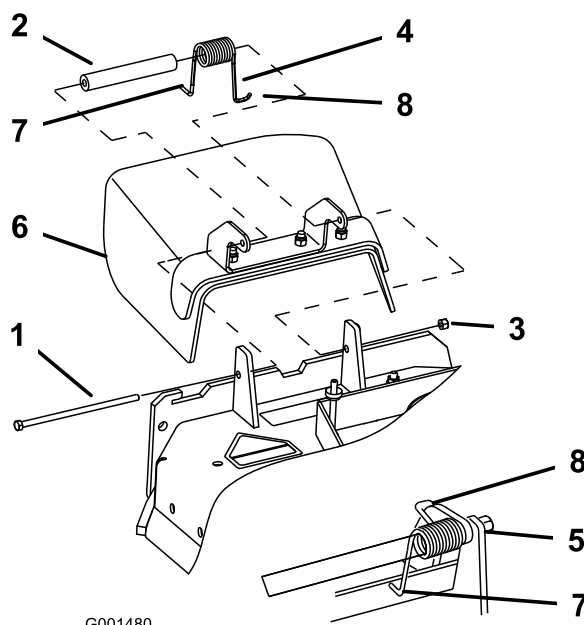

Figure 70
1. Retirez le contre-écrou, le boulon, le ressort et l'entretoise qui fixent le déflecteur aux supports de pivot (Figure 70). Enlevez le déflecteur s'il est endommagé ou usé.
Remarque: Prenez soin de placer l'extrémité en L du ressort derrière le bord du tablier avant de mettre le boulon en place, comme indiqué à la Figure 70.
3. Remettez le boulon et l'écrou. Accrochez l'extrémité en J du ressort au déflecteur d'herbe (Figure 70).